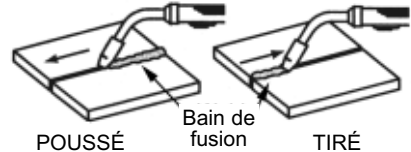

Figure 18. Sens du voyage
- 1. SENS DU VOYAGE :** Sens de déplacement du pistolet le long du joint de soudure par rapport au bain de fusion. Le pistolet est soit **POUSSÉ** (voir la figure 18) dans le bain de fusion ou **TIRÉ** pour l'éloigné du bain de fusion.